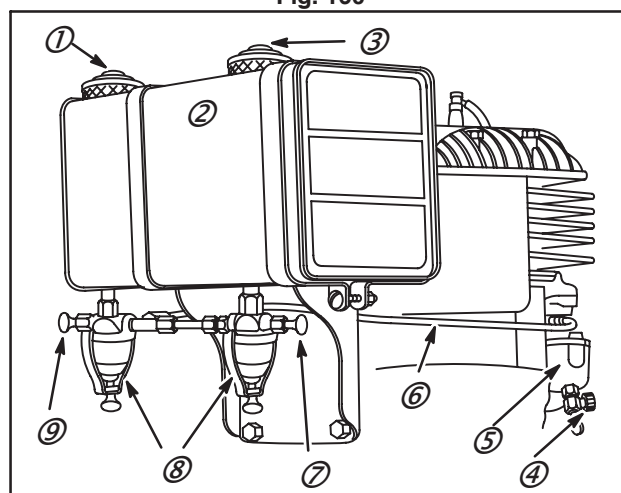

Fig. 161
Fig. 161 – Pour démarrer le moteur, ouvrir le robinet d'essence (7) et régler le starter sur la position START. Démarrer et faire tourner le moteur. Fermer le robinet d'essence. Ouvrir le robinet de pétrole (9) pour que le moteur continue à tourner.
NOTE : Si le contact d'arrêt est utilisé pour stopper le moteur avant qu'il ne s'arrête par manque de pétrole, le pétrole doit être vidangé de la cuve de filtre à carburant du carburateur, avant de redémarrer le moteur, en ouvrant la vis de purge (4), (Fig. 161). Redémarrer uniquement avec de l'essence.